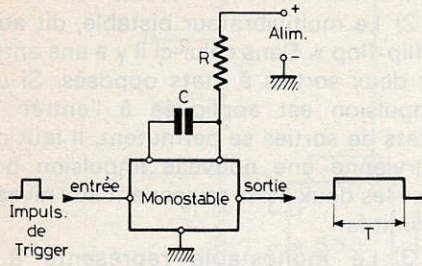

Fig. 8
Le montage général d'un multivibrateur monostable est donné à la **figure 8**.
3) Le monostable représenté à la **figure 8**. Il est nécessaire de disposer à l'extérieur du CI une capacité  $C$  et une résistance  $R$  qui déterminent la durée de l'impulsion de sortie.